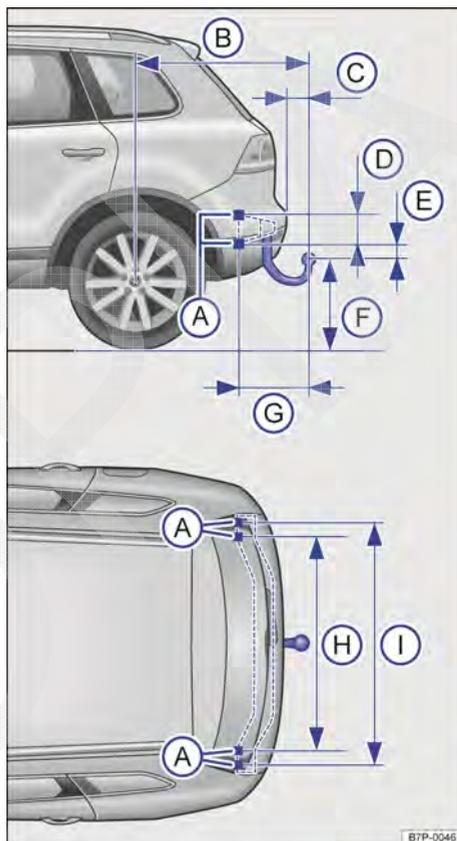

Fig. 227 Dimensões e pontos de fixação para instalação posterior de um dispositivo de reboque.
→ Fig. 227 (F) não pode nunca ser excedida. Isso também se aplica a um veículo totalmente carregado, incluindo a carga de apoio máxima.
Medidas de distância → Fig. 227: